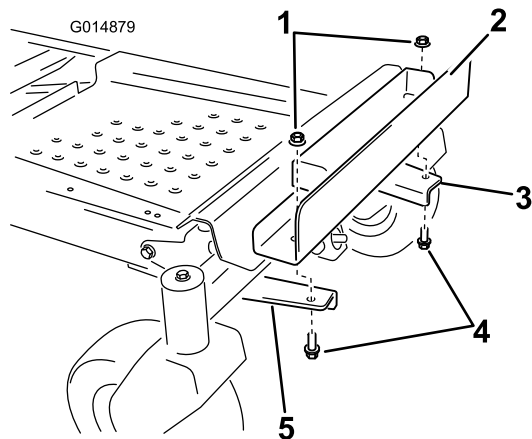

Figura 8
5. Instale la bandeja del peso en los soportes de montaje (Figura 8). Alinee los taladros exteriores de la bandeja con los soportes de montaje instalados anteriormente. Asegúrese de que la bandeja esté centrada sobre el bastidor. Sujétela con dos pernos y dos contratuercas (3/8 pulgada).